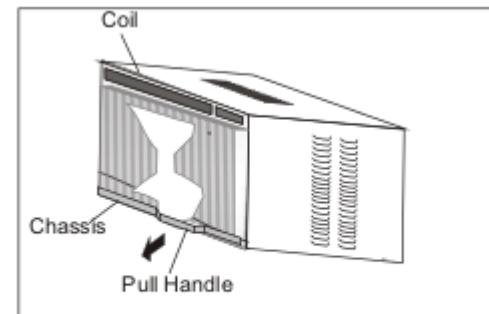

Fig. 2
C. Sujete el tirador y deslice con cuidado el aire acondicionado fuera de la cabina. Ver (Fig. 2).